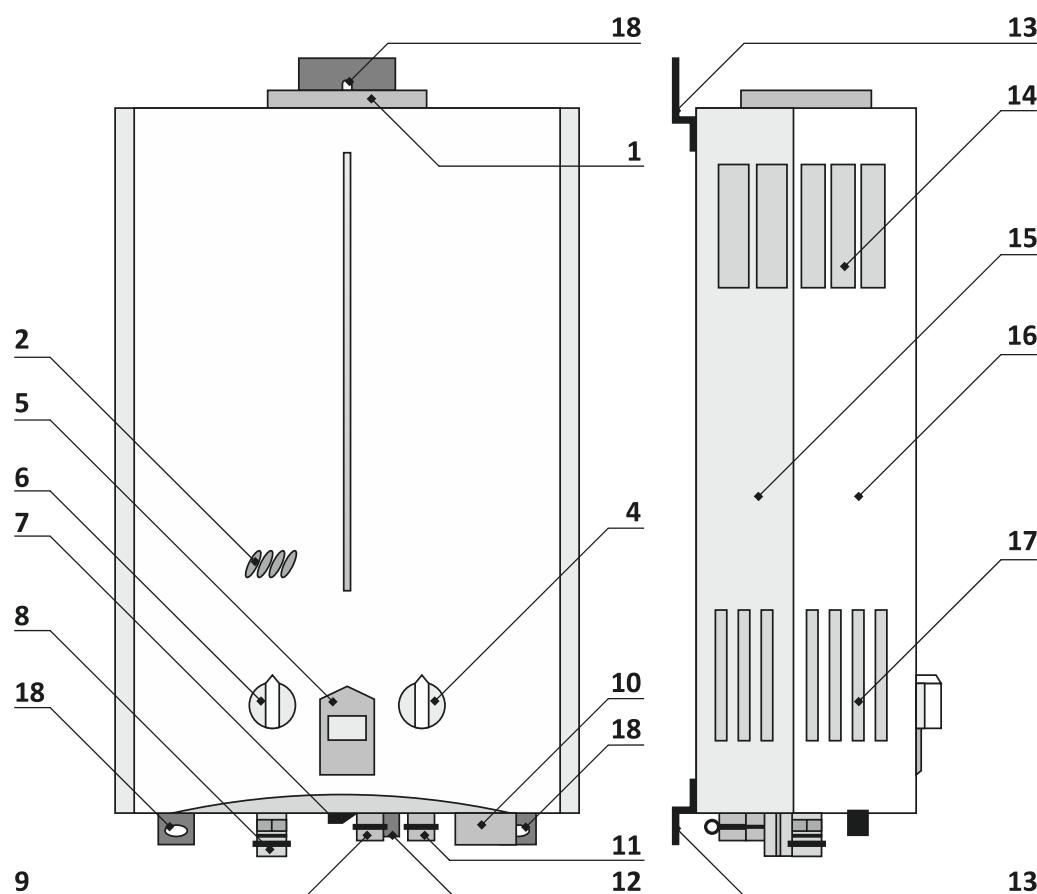

Рис. 1
6.11.5. Место подсоединения подвода газа указано на схеме Рис. 1 (п. 8 – «патрубок входа газа») и на водонагревателе (надпись – «вход газа»).
6.12.2. Места подсоединения холодной и горячей воды указаны на Рис. 1 (п. 11 –«патрубок входа холодной воды» и п. 9 – «патрубок выхода горячей воды»), а также на водонагревателе (надписи «вход воды» и «выход воды»).